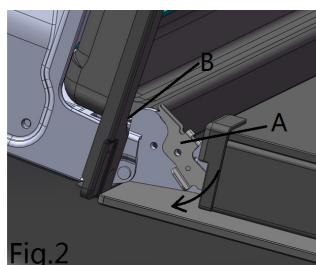

Fig.2
- Abra completamente la palanca A en las bisagras izquierda y derecha (fig.2);
- Saque suavemente el panel interior de vidrio (fig.2)